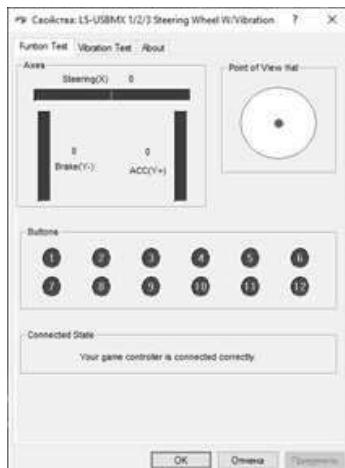
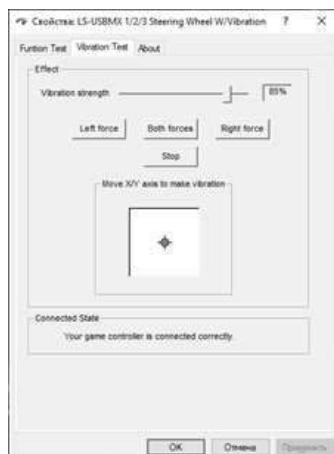

Рис. 6
Рис. 7
- Нажмите на кнопку «Свойства» на дисплее ПК появится окно «Свойства: LS-USBMX 1/2/3 Steering Wheel W/Vibration» (см. Рис. 6). Здесь можно проверить работу осей и клавиш, проверить и настроить вибродетектор «Vibration Test» (см. Рис. 7).